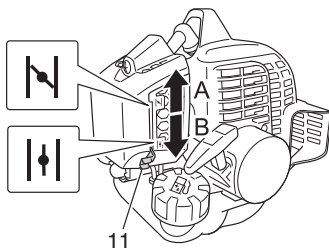

Fig. 10
- (3) Ajuste la palanca del estrangulador (11) en la posición de arranque START (cerrado) (A). (Fig. 10)
- (5) Cuando escuche el amago de arranque del motor, devuelva la palanca del estártér a la posición RUN (abierto) (B). (Fig. 10)